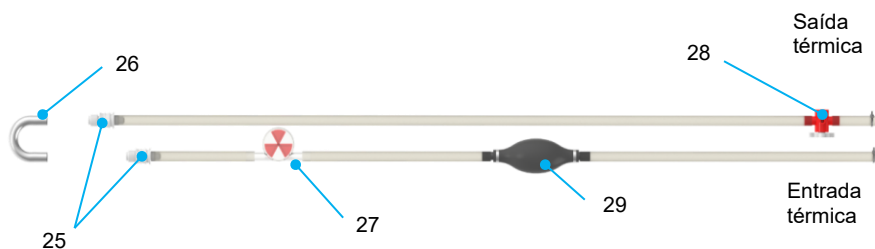

Figura 6 Tubulação térmica
A unidade térmica mantém a temperatura da solução de perfusão circulante usando elementos Peltier. Dependendo da temperatura definida, esses elementos resfriam ou aquecem o circuito interno de água por meio do efeito termoelétrico. Para transferir a temperatura do circuito interno de água para a solução de perfusão, a unidade térmica é conectada por meio de tubos de silicone às portas do trocador de calor dos dois oxigenadores; veja a Figura 4 e a Figura 6. A porta de saída da unidade térmica é conectada à porta de “entrada de água” do trocador de calor e a porta de entrada da unidade térmica é conectada à porta de “saída de água” do trocador de calor.
- Coloque a tubulação térmica (Figura 6 com o acoplador da tubulação de água (item 26) o mais baixo possível. Certifique-se de que durante enchimento e remoção do ar (seção 2.3.1), a entrada e a saída da unidade térmica (Figura 6, itens 21 e 22) estão no ponto mais alto para que as bolhas de ar se movam na direção da unidade térmica.
- Aperte o balão de esvaziamento repetidamente (Figura 6, item 29) para expelir o máximo de ar possível da tubulação térmica.